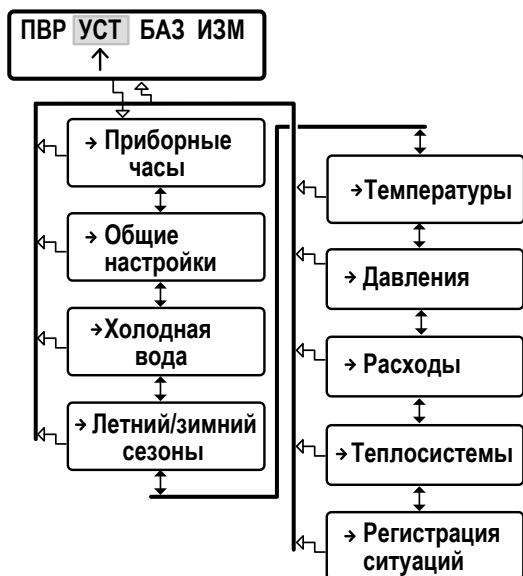

Рис.6. Структура меню «УСТ».
5.3.2.1. Для входа в подменю установочных параметров (рис.6) необходимо в основном меню кнопками ,  установить курсор под пунктом **УСТ** и нажать кнопку . Возможные переходы в подменю показаны на рис.6.